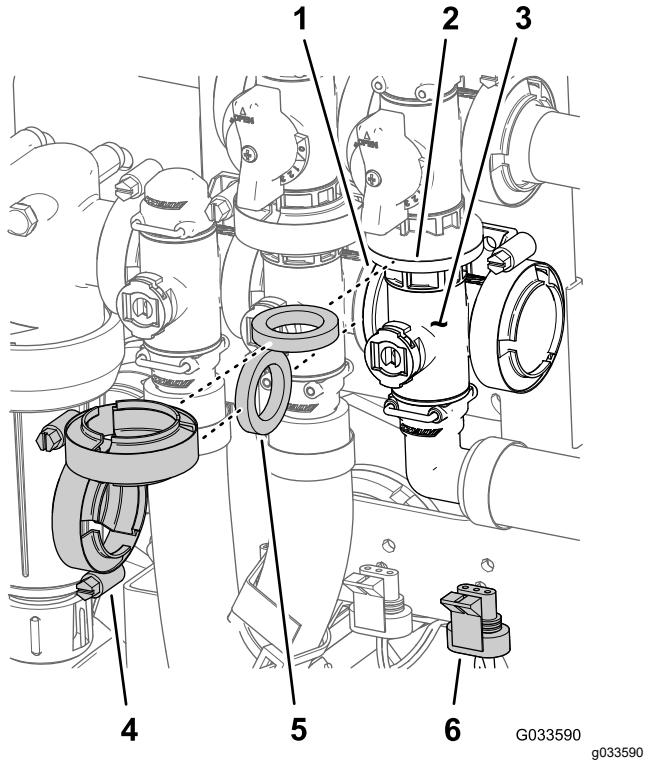

Figure 129
1. Alignez la bride du collecteur de la vanne générale des rampes, un joint et la bride de la vanne de dérivation générale (Figure 129).
2. Fixez en place le collecteur de la vanne générale, le joint et la vanne de dérivation générale des rampes avec un collier serré à la main (Figure 129).
3. Alignez la bride du collecteur de la vanne générale des rampes, un joint et le collecteur de la vanne d'agitation (Figure 129).
4. Fixez en place le collecteur de la vanne générale des rampes, le joint et le collecteur de la vanne d'agitation avec un collier serré à la main (Figure 129).
7. Fixez la vanne d'agitation sur son support à l'aide du boulon à embase et du contre-écrou à embase (Figure 129) que vous avez retirés à l'opération 3 de Dépose du collecteur de la vanne générale des rampes \(page 83\), et serrez l'écrou et le boulon à un couple de 10 à 12 N·m (90 à 110 po-lb).